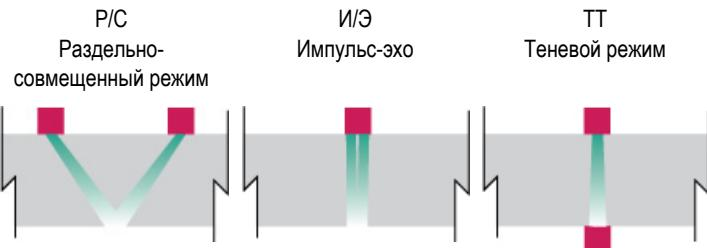

Рис. 6-1 Выбор режима передачи/приема
- В списке **Настройки УЗ > Генератор > Режим Tx/Rx** выберите нужный режим передачи/приема (см. Рис. 6-1 на стр. 160).